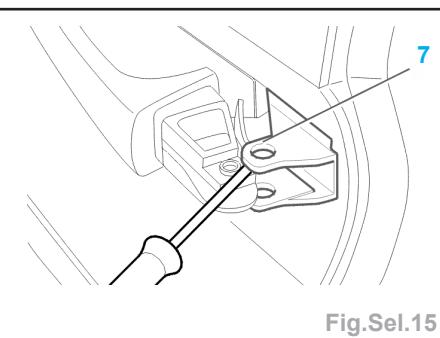

Fig.Sel.15
- Dégrafer la poignée de son support (7) à l'extérieur (Fig.Sel.15).